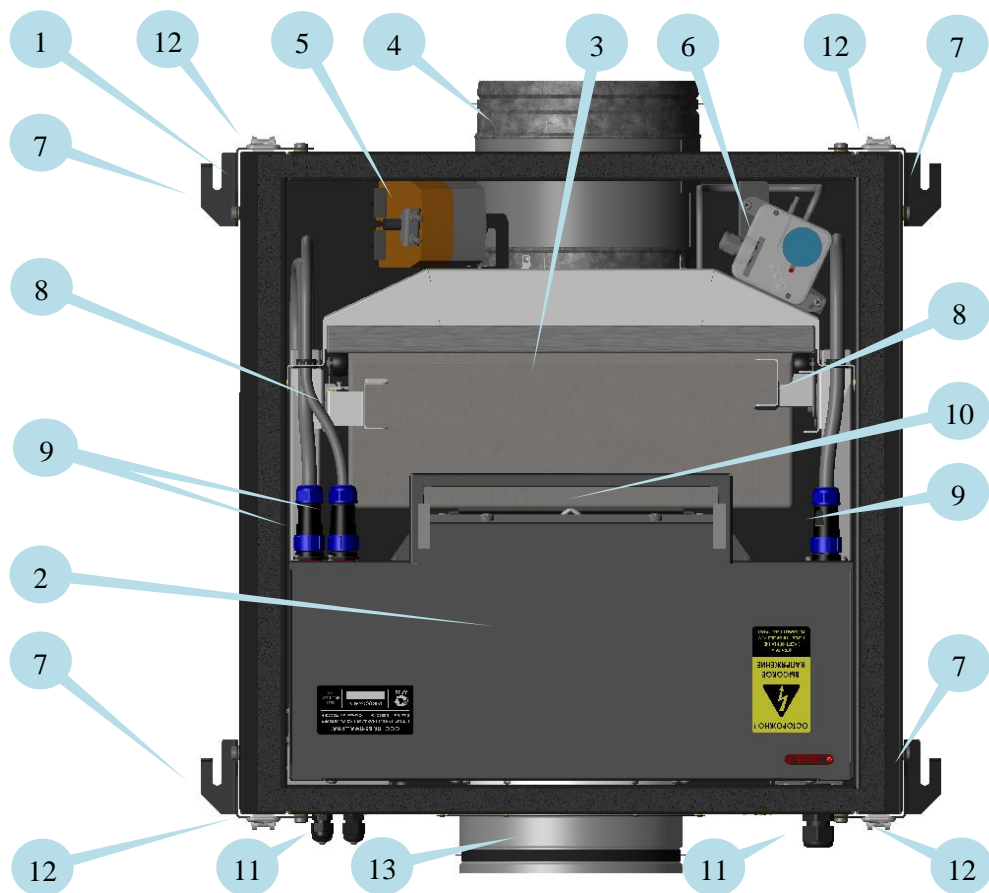

Рис. 1
Конструктивно установка (Рис. 1) представляет собой теплозащитный корпус (1) со съёмной с помощью 4-х замков-защелок (12) крышкой.